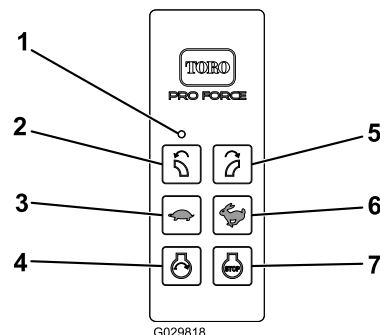

Figura 9
A luz LED indica a comunicação entre o comando remoto e o módulo de controlo sem fios (Figura 9).
Pressione o botão DESLIGAR MOTOR para parar o motor (Figura 9).
Depois de preparar a máquina para o arranque por controlo remoto, pressione o botão de ARRANQUE DO MOTOR para ligar o motor (Figura 9). Consulte Funcionamento do motor \(página 18\), para a sequência de arranque.
Pressione o botão ROTAÇÃO DO BICO À ESQUERDA ou o botão ROTAÇÃO DO BICO À DIREITA para rodar o bico do ventilador na direção desejada (Figura 9).
- Pressione o botão AUMENTO DA VELOCIDADE DO MOTOR (ícone do coelho) para aumentar a velocidade do motor (Figura 9).